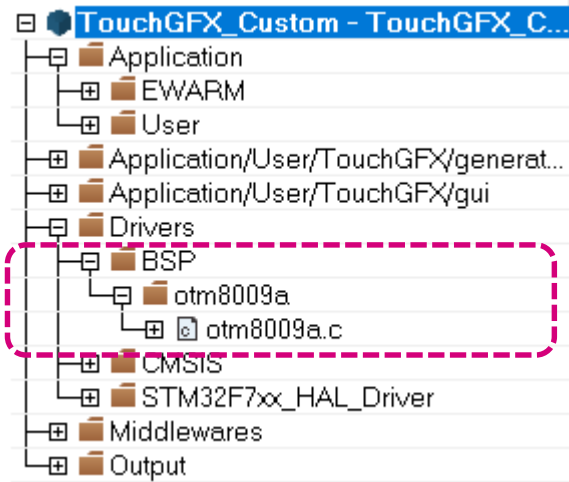

图2
- 在IAR工程中，添加驱动文件otm8009a.c到工程，如右图2所示。